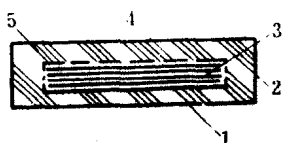

图4 缓冲补强式运输胶带
(3) 缓冲补强式(见图4): 采用强力帆布或普通帆布作带芯层, 覆以耐磨或耐热覆盖胶层, 并在覆盖胶层、边胶层与带芯层间加贴缓冲胶布或缓冲胶层。适用于输送冲击力较大的大、中块 120°C 以下的物料。